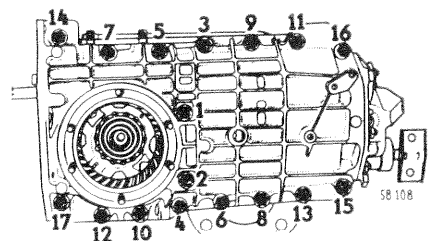

Fig. 74. — Ordre d'assemblage des boulons de demi-carter
• Bloquer les boulons d'assemblage des demi-carter, en respectant l'ordre de serrage indiqué sur la figure 74, avec un couple de :